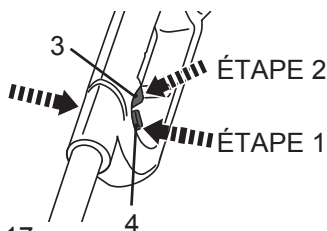

Fig.17
- > Appuyez sur les boutons de déverrouillage [4] situés de part et d'autre de la poignée et maintenez-les enfoncés (Fig.17, ÉTAPE 1.).
- > Appuyez sur le bouton marche/arrêt [3] pour allumer l'appareil (Fig.17, ÉTAPE 2). Vous pouvez maintenant relâcher les boutons de déverrouillage [4].